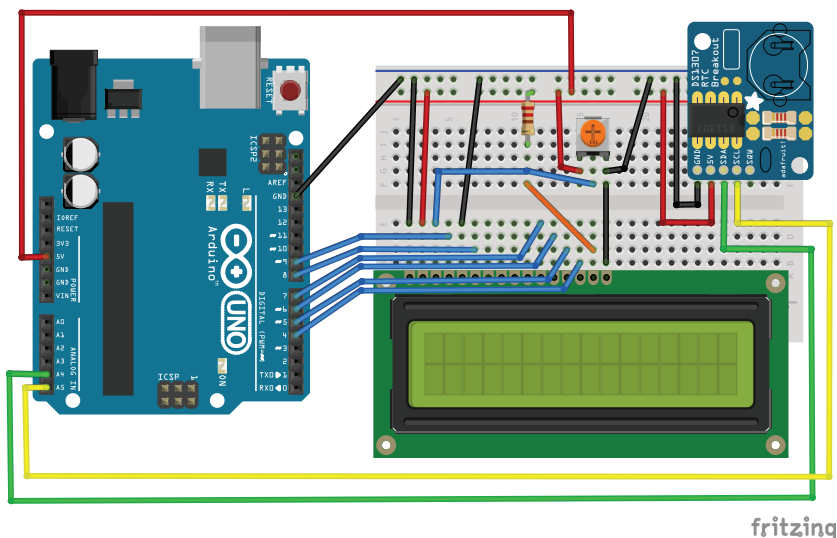

Рис. 26.1. Схема подключения модуля DS1307 и WH1602 к Arduino
Вывод SDA часов подключается к выводу SDA контроллера. SDL часов – соответственно, к SDL контроллера. В нашем эксперименте мы будем выводить дату и время, получаемые с микросхемы DS1307, на экран LCD индикатора WH1602. Схема подключения показана на рис. 26.1.
1. Подключаем модуль DS1307 и ЖКИ к плате Arduino по схеме на рис. 26.1.